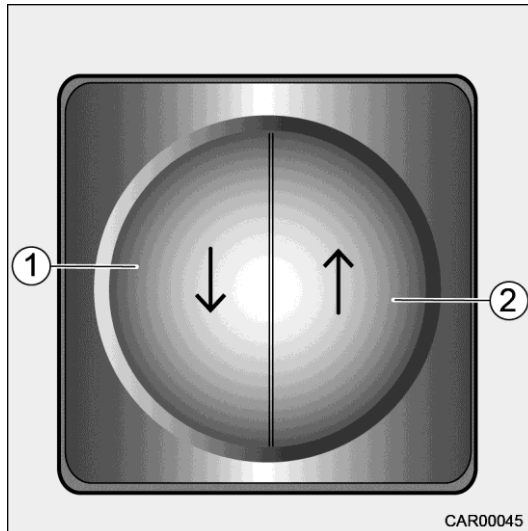

Fig. 67 Lit de pavillon électrique en cabine
2. Appuyer sur la touche (Fig. 67/1) et la maintenir appuyée pour abaisser le lit de pavillon. Abaisser complètement le lit de pavillon jusqu'à son support.
1. Appuyer sur la touche (Fig. 67/2) et la maintenir appuyée. Relever le lit de pavillon complètement jusqu'en butée.